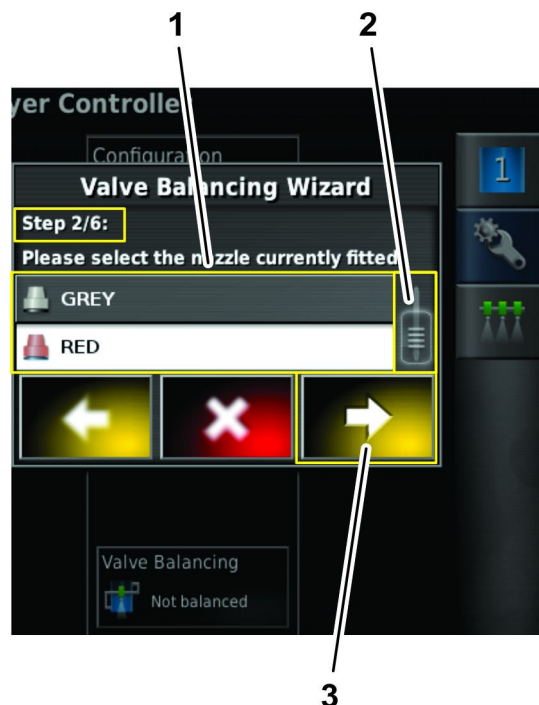

図 135
2. バルブバランスウィザードのステップ 2 必要に応じてスクロールバーをドラッグして使用したい散布ノズルを表示させたら、ドロップダウンリストのノズルアイコンを押す 図 135。
3. ネクストアイコンを押す 図 135。